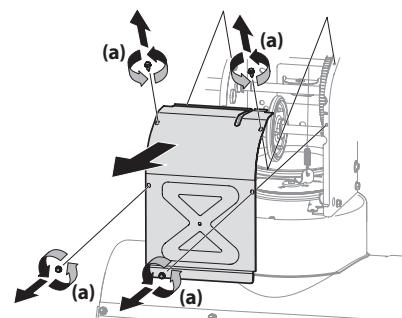

Figura 4-4
3. Saque la cubierta del marco desde debajo de la unidad, para lo que debe extraer los tornillos autorroscantes (a) que la sujetan. Consulte la Figura 4-4.
- Saque la cubierta del marco desde debajo de la unidad, para lo que debe extraer los tornillos autorroscantes que la sujetan. Consulte la Figura 4-4.